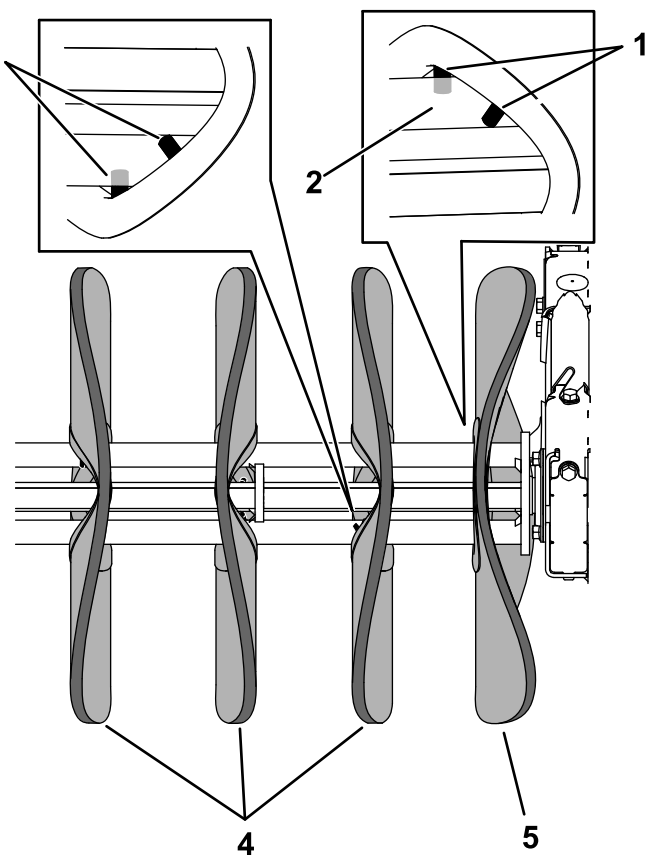

**Figure 24**
8. D'un côté de la brosse, retirez la rondelle, sortez la brosse du support et retirez l'entretoise (Figure 24).
9. Retirez les 3 boulons ( $\frac{3}{8}$  x  $1\frac{1}{2}$  po) et la plaque de protection (Figure 24).
16. Installez la plaque de protection comme montré à la Figure 24, jusqu'à ce qu'elle soit parfaitement en appui contre la face de l'axe.
17. Installez l'entretoise, glissez la brosse sur le support et installez la rondelle (Figure 24).